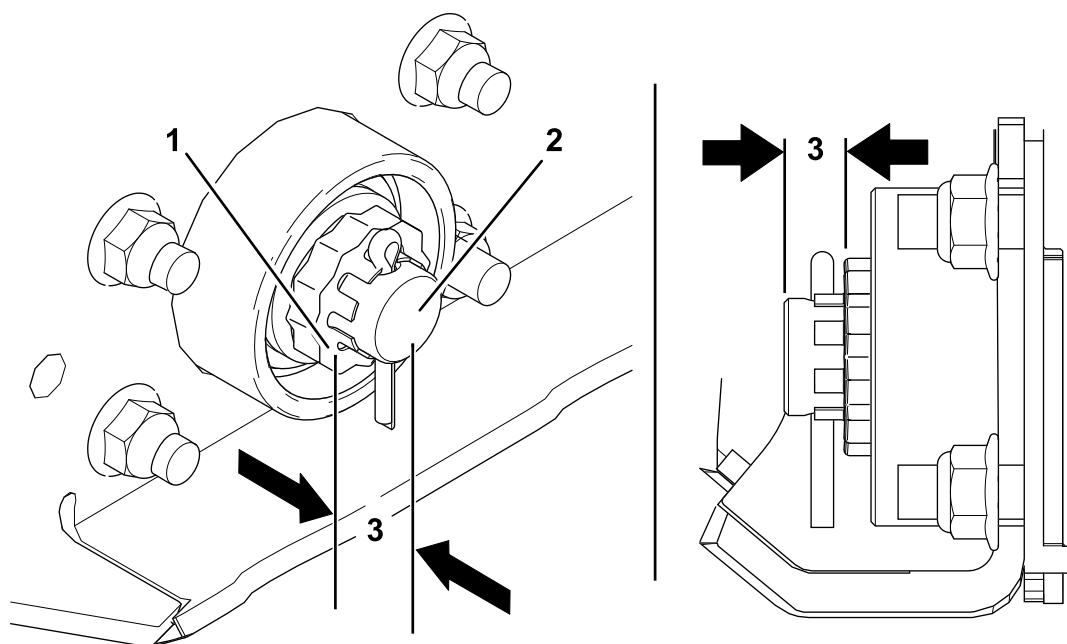

Рисунок 4
7. На одном конце оси валика устанавливайте гайку и контргайку до тех пор, пока расстояние между поверхностью контргайки и концом оси валика будет составлять 9,5 мм (Рисунок 4).